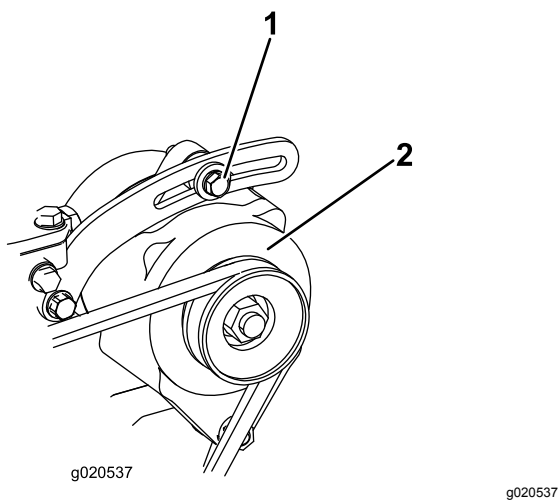

Figura 75
Controllate lo stato e la tensione delle cinghie (Figura 75) ogni 100 ore di servizio.
1. Allentate i bulloni di fissaggio dell'alternatore (Figura 75).